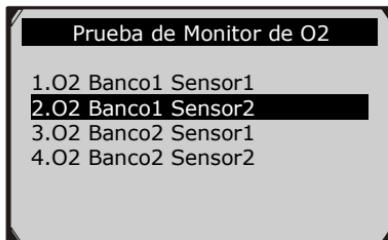

Figura 6.23
- 3) Use el botón de desplazamiento ARRIBA/ABAJO para seleccionar una la opción de **Sensor O2** en el menú **Prueba de Monitor O2** y presione el botón OK. (Figura 6.23)